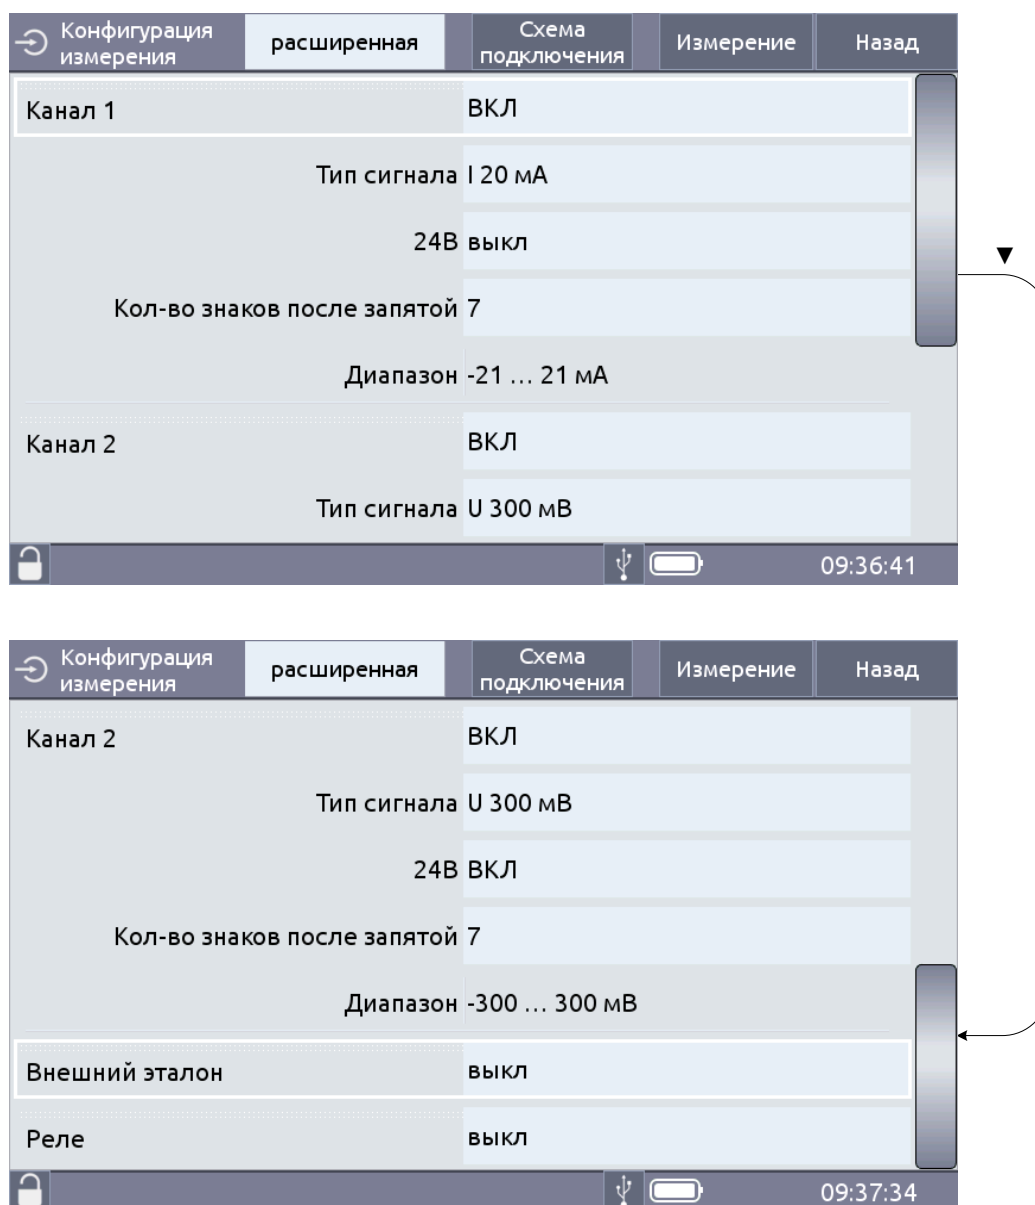

Рисунок 2.10
- «расширенный» (см. рисунок 2.10).